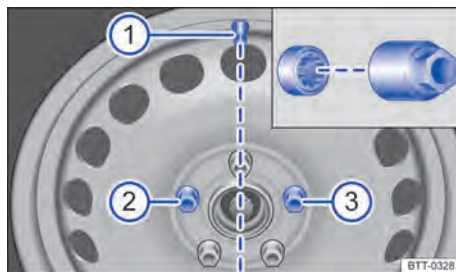

Fig. 229 Valve de pneu ① et emplacements de montage du boulon antivol de roue ② ou ③
En cas de roue avec enjoliveur de roue plein, le boulon antivol de roue doit être vissé en position → fig. 229 ② ou ③ par rapport à la position de la valve du pneu ①. Il n'est sinon pas possible de monter l'enjoliveur de roue plein.